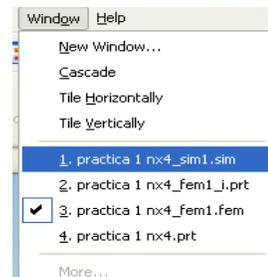

Figura 14
5. El siguiente paso es colocar las condiciones de carga a las que estará sometida la pieza. De la opción **Window** seleccionar la siguiente el archivo **Practica 1 nx4_sim1.sim**, figura 14.